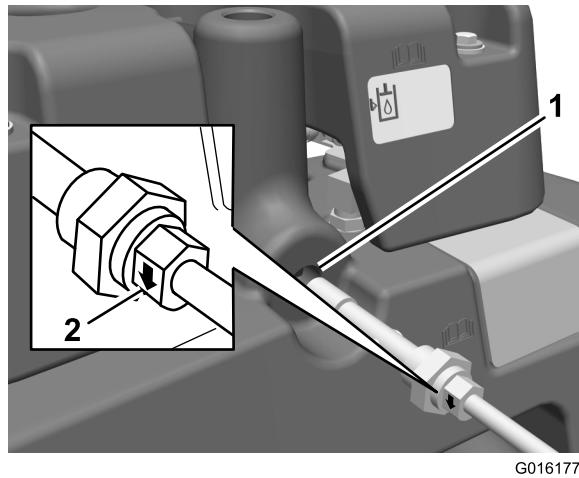

Figura 7
27. Rimuovete il tappo sul serbatoio idraulico principale e installate il sensore di livello olio idraulico (Figura 7).
Nota: Verificare che la freccia dell'indicatore su ambo i lati del dado di fissaggio del sensore di livello dell'olio idraulico sia rivolta verso il basso (Figura 7).